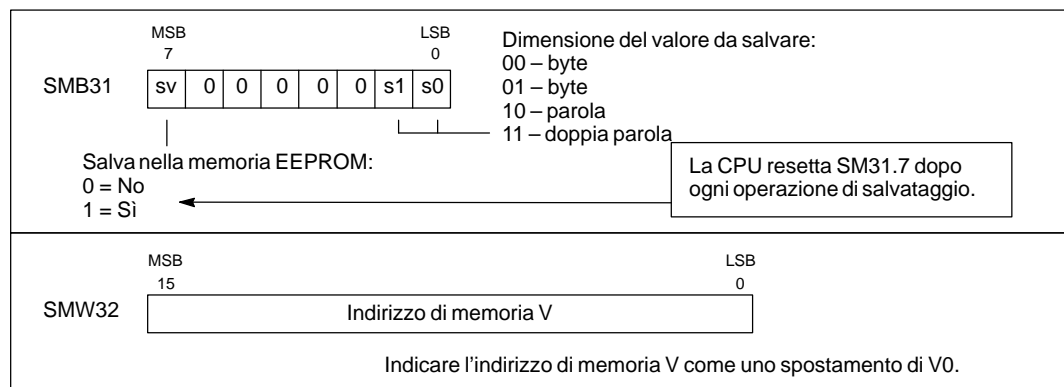

Figura 7-19 Formato di SM31 e SM32
Il byte di merker speciale 31 (SMB31) e la parola di merker speciale 32 (SMW32) permettono di copiare i valori della memoria V nell'area di memoria permanente V di EEPROM. I formati di SMB31 e SMW32 sono riportati alla figura 7-19. Eseguire i passi seguenti per programmare la CPU in modo da salvare o scrivere un valore specifico nella memoria V.
2. Caricare la dimensione dati in SM31.0 e SM31.1. (Vedere figura 7-19.)